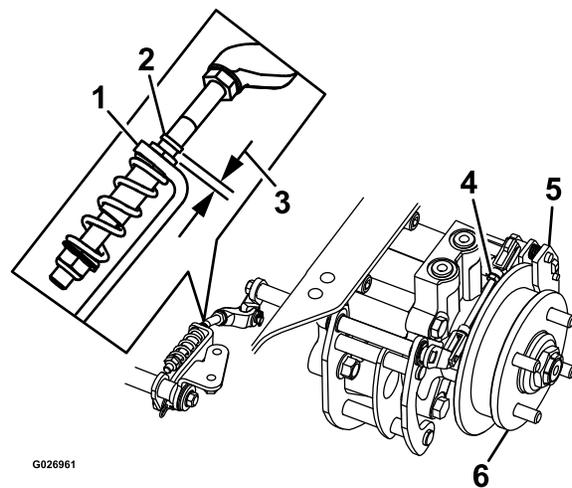

Figura 71
8. Compruebe si hay un espacio visible entre la escuadra y el tope del acoplamiento (Figura 71).